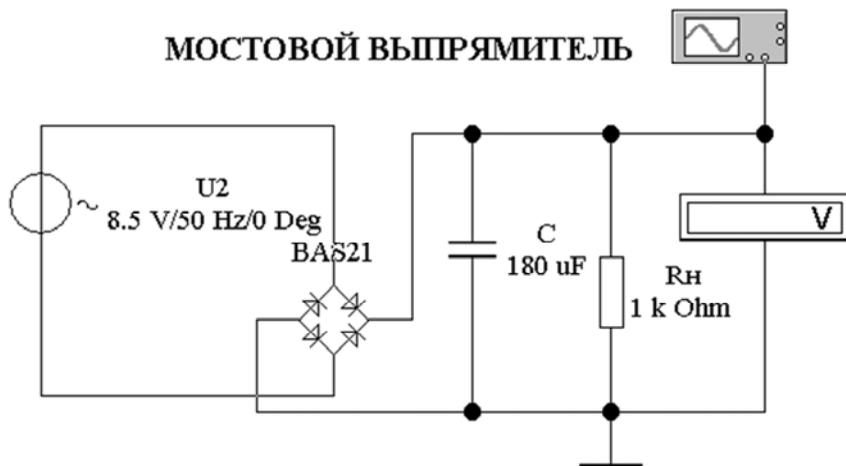

Рис. 16.7. Мостовой выпрямитель с C-фильтром (файл `rect_2.ewb`)
7. Исследовать мостовой выпрямитель с C -фильтром (файл **rect_2.ewb**, рис. 16.7).